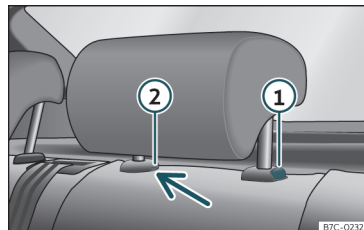

Abb. 103 Kopfstützen hinten: Ausbau.
- Drücken Sie die Taste »» Abb. 103 ① und gleichzeitig mit einem Schlitzschraubendreher (Breite max. 5 mm) in die Öffnung der Verriegelung ② und ziehen Sie die Kopfstütze heraus.